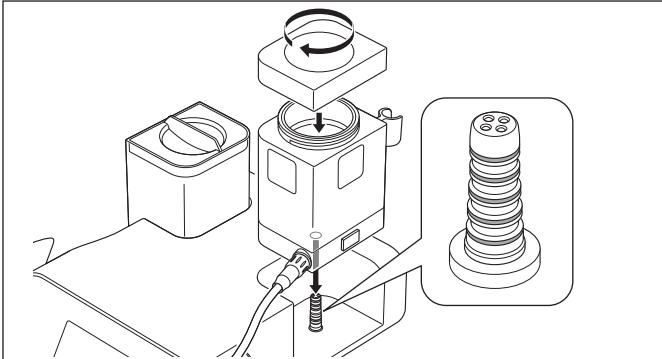
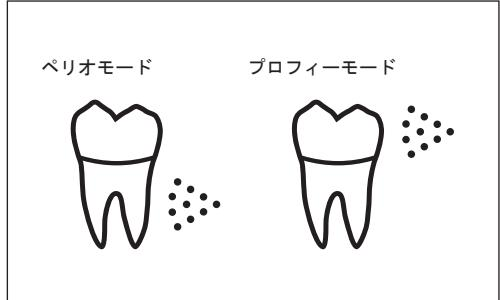

図27
図28
- 2) チャンバーにぴったり合うようにチャンバー用ふたをしっかりと閉め、コントロールユニットにまっすぐ挿し込みます（図27）。パワーモード表示には装着されたチャンバーの種類がアイコンで表示されます（図28）。
- ・チャンバーをコントロールユニットに挿し込む前に、チャンバー接続部のOリングが損傷、切れてないか確認してください（図27）。作動不良や故障の原因になります。